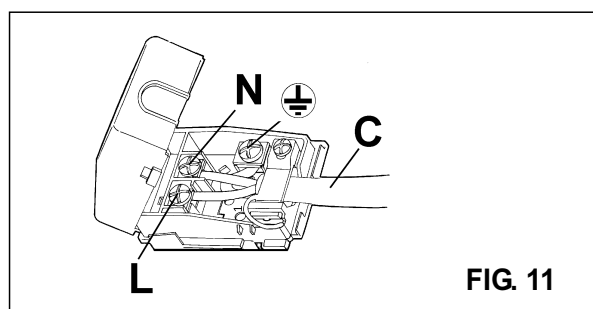

FIG. 11
- poner un enchufe, adecuado a la carga indicada en la etiqueta, al cable de alimentación "C", en caso de que éste no lo posea (ver fig. 11). Conectar los cables según el esquema de la fig. 11), asegurándose que correspondan a las siguientes indicaciones: